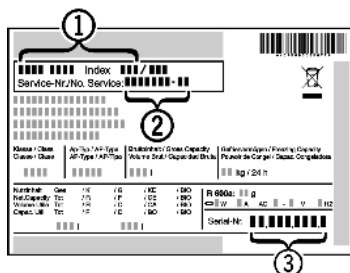

Fig. 14
- ▶ Identificați denumirea aparatului Fig. 14 (1), numărul de service Fig. 14 (2) și numărul de serie Fig. 14 (3) pe marca de fabricație. Marca de fabricație se află pe partea stângă în interiorul aparatului.
- ▶ Informați serviciul de asistență a clienților și comunicați tipul defecțiunii, denumirea aparatului Fig. 14 (1), numărul de service Fig. 14 (2) și numărul de serie Fig. 14 (3).